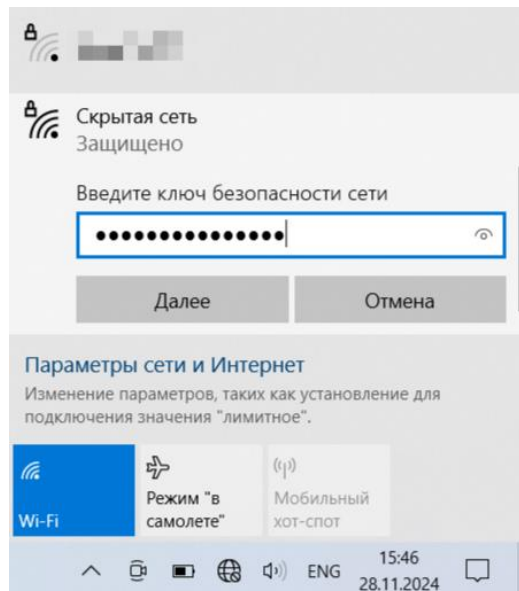

Рисунок 17
- далее необходимо ввести пароль от точки доступа Wi-Fi (предоставляется заводом-изготовителем в формате json), см. Рисунок 17 и Рисунок 18;